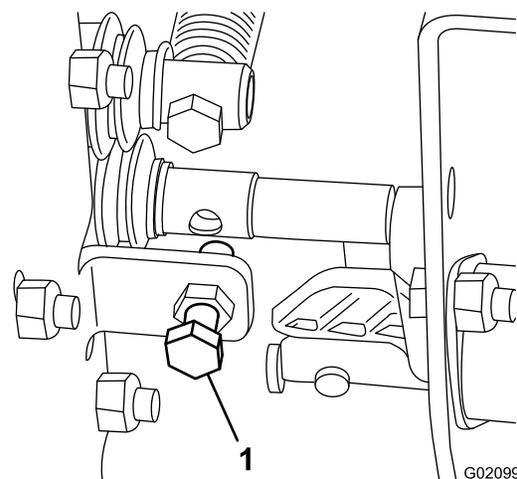

Figura 17
- Si la velocidad de elevación de la máquina es demasiado lenta o demasiado rápida, ajuste el perno indicado en Figura 17.